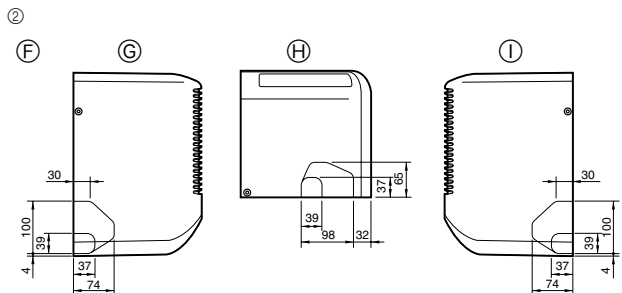

Fig. 4-4
- ② Καθορίστε τη θέση των προκατασκευασμένων οπών στον κορμό της μονάδας (Fig. 4-4)